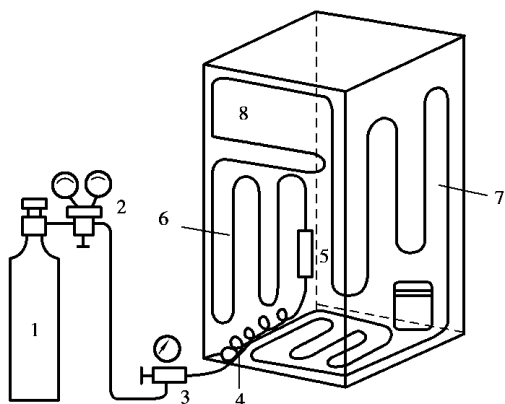

图 4.8 高压区打压查漏示意图
①高压区查漏和修复。高压区包括副冷凝器(水蒸发加热器)、主冷凝器(外露式或内藏式)及门口防露管的冷凝器管路。打压前先将压缩机的高压排气管和干燥过滤器处的焊口焊开,再将干燥过滤器口封死,在冷凝器入口处接上三通阀,即可从阀的处注入 1.2 兆帕的高压氮气。保压 24 小时后观察表压力是否下降,如下降,则说明高压区泄漏。这时可用肥皂水检查副冷凝器是否泄漏。若副冷凝器不泄漏,则再视管路的具体连接方式分段进行打压查漏,直至查出泄漏点,如图 4.8 所示。